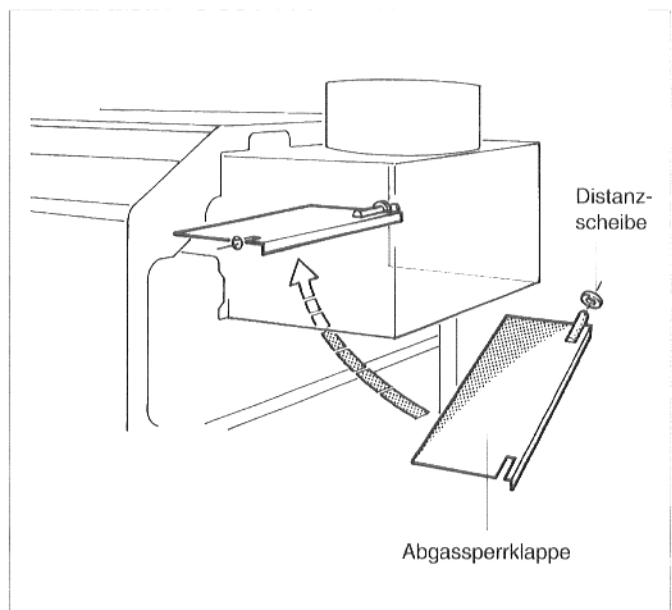

Abb. 3
4. Eine Distanzscheibe auf linken Lagerstift der Abgassperreklappe aufschieben (Abb. 3).
5. Abgassperreklappe von unten in die Strömungssicherung einführen und linken Lagerstift von innen in die Bohrung in der linken Seitenwand der Strömungssicherung einstecken. Abgassperreklappe dabei schräg halten (Abb. 3).